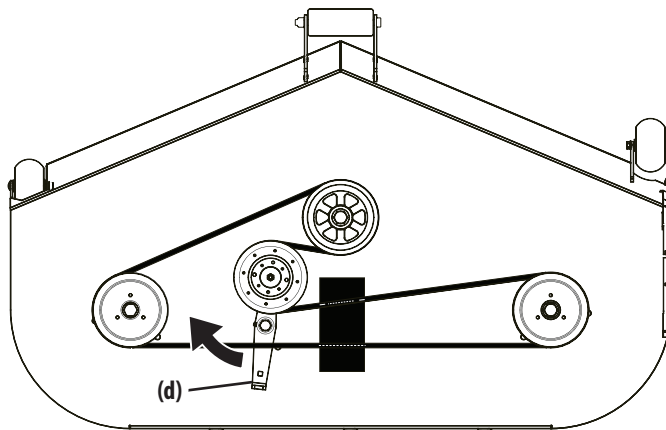

Figure 40
4. À l'aide d'un tournevis de 1/2 po (12.7 mm) insérez l'extrémité dans l'ouverture carrée de 1/2 po (12.7 mm) de l'ensemble de pignon du plateau de coupe (d) et faites tourner l'ensemble de pignon du plateau de coupe dans le sens horaire (Figure 40).
6. Installez la courroie comme le montre (Figure 40). Réinstallez ensuite le plateau de coupe et la courroie de prise de force en suivant les instructions à la page 64.